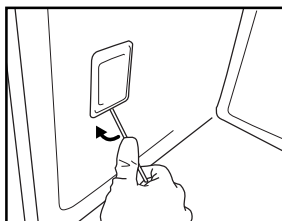

Fig. 5
3. Vipp løs lampedekslet med en flat skrutrekker (Fig. 5).